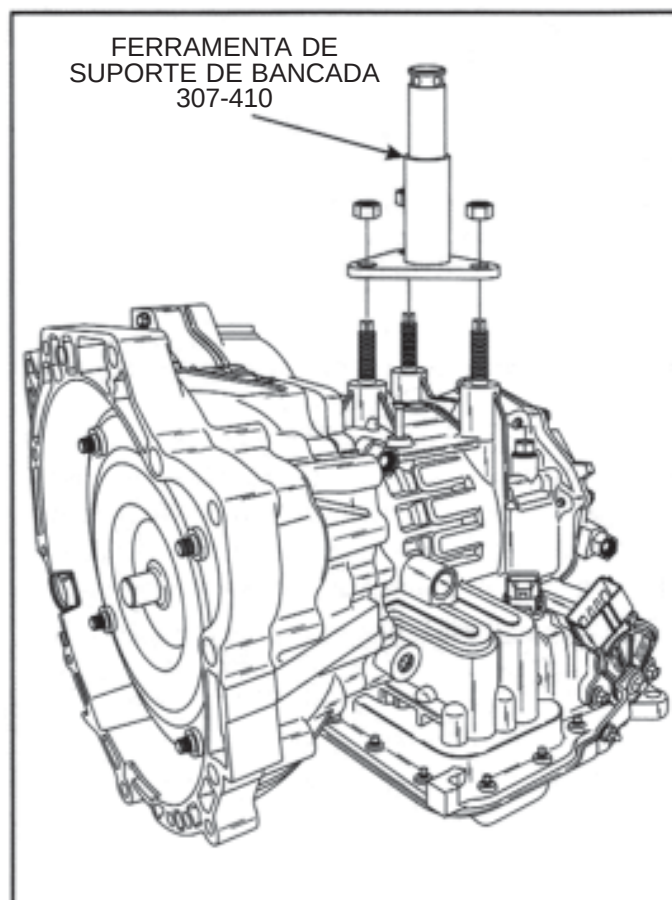

Figura 19
7. Instale a ferramenta de suporte de bancada 307-410 na transmissão, conforme ilustrado na Figura 19, e instale-o numa montagem de bancada adequada que lhes permita girar a transmissão.